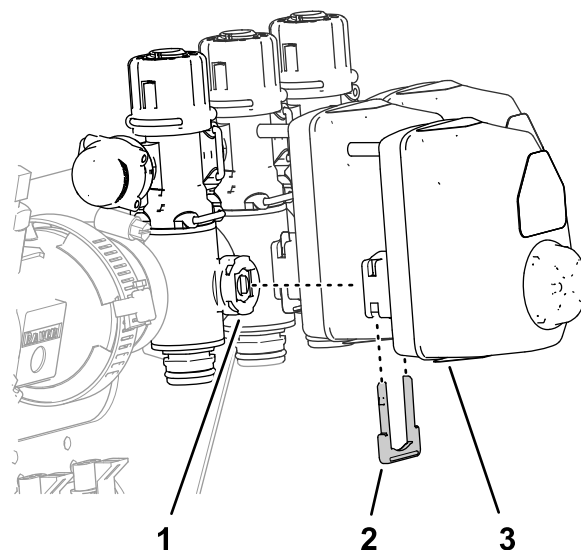

Figura 64
2. Rimuovete gli attuatori delle valvole dalle valvole delle sezioni di sinistra, destra e centrale (Figura 64).
1. Rimuovete i 3 fermi che fissano i 3 attuatori delle valvole sulle valvole delle sezioni di sinistra, destra e centrale (Figura 64).
10. Montate i 3 attuatori delle valvole sulle valvole di sezione di sinistra, destra e centrale (Figura 64) con i fermi che avete rimosso al passaggio 1.